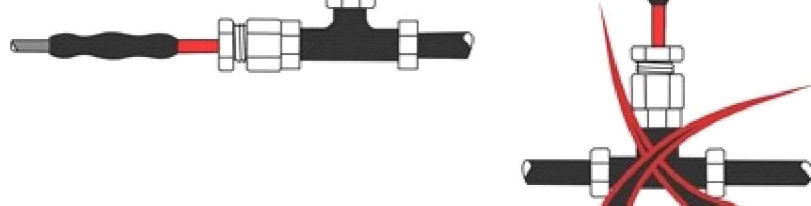

Рис. 1
- Правильный способ монтажа в трубу (см. рис. 1)